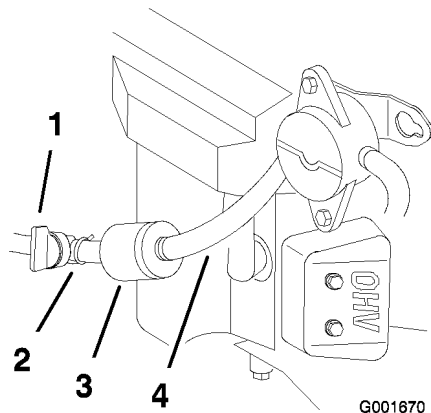

Figura 39
5. Cierre la válvula de cierre de combustible (Figura 39)
6. Apriete los extremos de las abrazaderas y deslícelas por el tubo alejándolas del filtro (Figura 39).
8. Instale un filtro nuevo y acerque las abrazaderas al filtro (Figura 39).
3. Cierre la válvula de cierre de combustible (Figura 39)
4. Afloje la abrazadera cerca del filtro de combustible y deslícela por el tubo, alejándola del filtro de combustible (Figura 39).
5. Desconecte el tubo de combustible del filtro de combustible (Figura 39).
Nota: Deje fluir la gasolina a una lata u otro recipiente apropiado (Figura 39).
7. Instale el tubo de combustible en el filtro de combustible. Acerque la abrazadera al filtro de combustible para fijar el tubo de combustible (Figura 39).